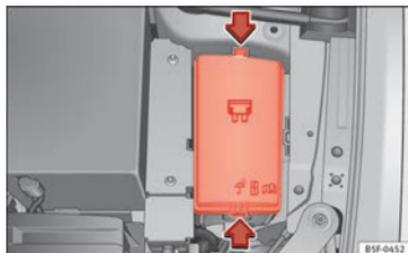

Fig. 101 Nel vano motore: coperchio della scatola dei fusibili.
- Premere le linguette di blocco per sbloccare il coperchio della scatola dei fusibili »» fig. 101.